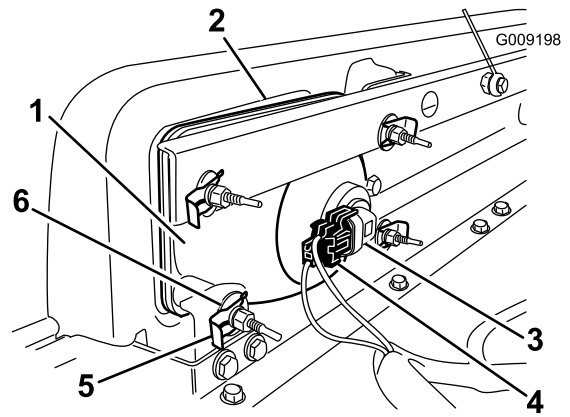

Figura 34
- Introduzca el faro nuevo a través del hueco del parachoques (Figura 34). Asegúrese de que las clavijas quedan alineadas con los taladros del soporte de montaje del parachoques.
- Retire el faro desplazándolo hacia adelante y pasándolo por el hueco del parachoques delantero (Figura 34).